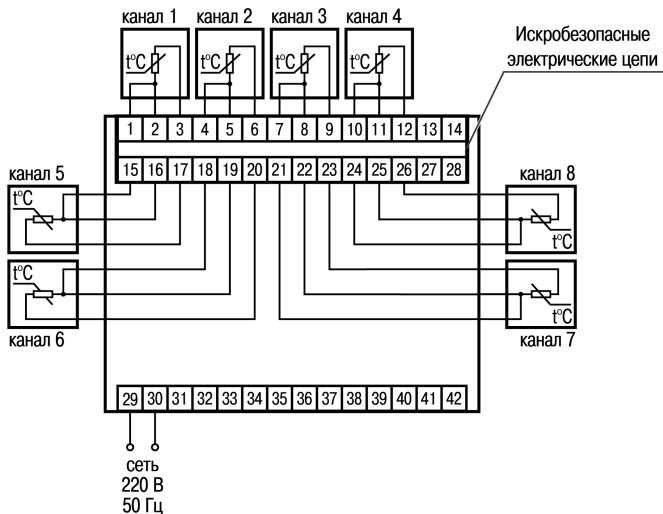

Рисунок 5.3 – Подключение к прибору ТС типа ТСМ, ТСР
1. В соответствии со схемой подключения (см. *рисунок 5.3*) установить перемычку между контактами клеммника прибора, соединенными с общим для них выводом датчика.